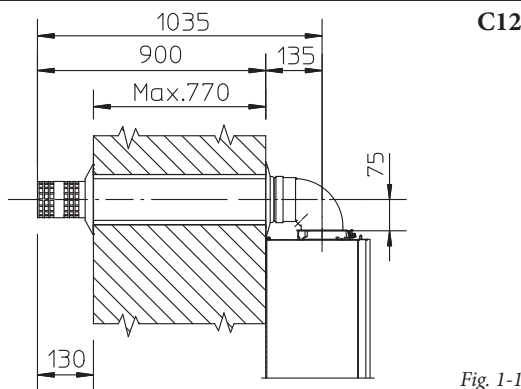

Fig. 1-12
- Applicazione con uscita posteriore (Fig. 1-12). La lunghezza del tubo di 970 mm permette l'attraversamento di una parte di spessore massimo di 770 mm. Normalmente sarà indispensabile accorciare il terminale. Determinare la misura sommando questi valori: Spessore parte + sporgenza interna + sporgenza esterna. Le sporgenze minime indispensabili sono riportate in figura.